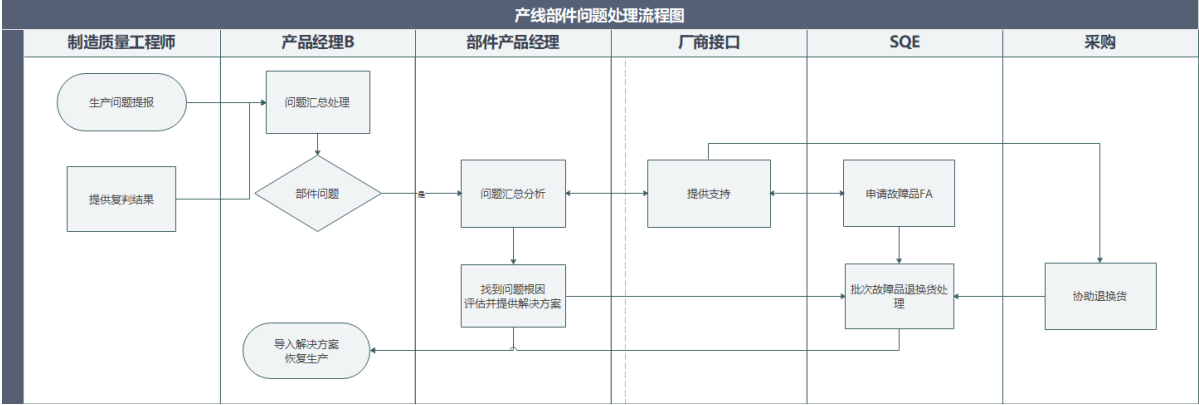

图 2
- (1) 部件产线故障分析表.xlsx
- (2) 故障处理流程，影响范围，具体参考图 2 “产线部件问题处理流程图”